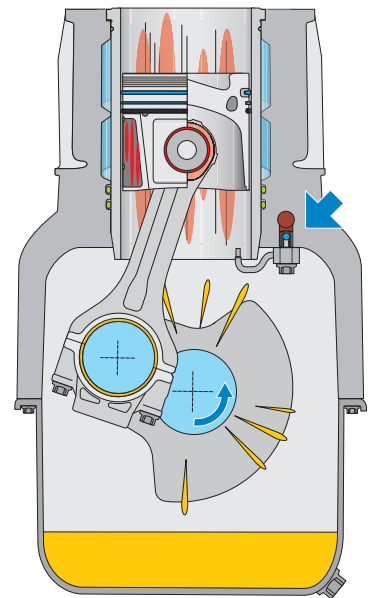

Fig. 1: Falta de lubricación del motor con marcha excesiva en ralentí
- Sale demasiado poco aceite de los cojinetes de fricción. Como consecuencia llega demasiado poco aceite de inyección a la pared del cilindro. La suciedad y la carbonilla no desaparecen con el enjuague y originan un elevado desgaste ya desde el rodaje (Fig. 1).
- La válvula de presión (flecha en Fig. 1) para el enfriamiento de pistón por inyección no se abre en marcha en ralentí. El pistón no se enfría y el goteo insuficiente de aceite provoca una falta de lubricación del bulón del pistón y del buje de biela.